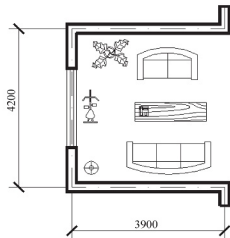

图 3.144 利用 AutoCAD 设计中心绘图
- (1) 使用【绘图】命令和【修改】命令绘制如图 3.144 所示的图形（不用标注尺寸）。
- (2) 在设计中心选择 Home-Space Planner 文件，找到该文件中下列图块并将它们拖动到图形相应位置。